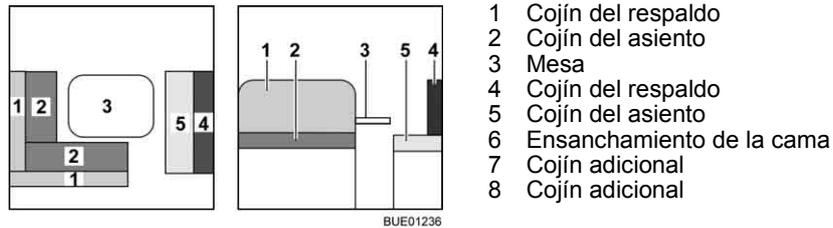

Fig. 94 Antes de la transformación
- Transformar la mesa (Fig. 94,3) en base de cama (véase apartado 6.11).
- Quitar los cojines del respaldo (Fig. 94,1) del banco L y ponerlos a un lado.
- Quitar el cojín del respaldo (Fig. 94,4) del banco longitudinal y ponerlo a un lado.